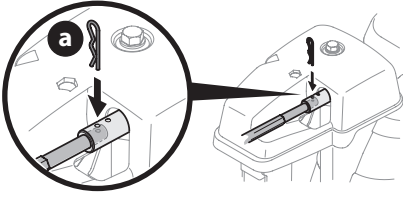

Figura 40
- Empuje la varilla de control del canal hacia el panel de control hasta que el orificio de la varilla quede alineado con el orificio del medio del acoplador de control del canal e inserte el pasador de chaveta (a) que extrajo en el Paso 1 (Figura 40).